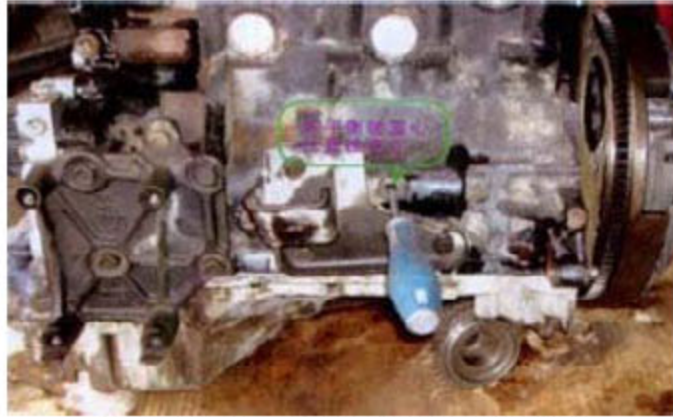

图 5 左平衡轴重心位置检查孔方位
4). 如果通过上述方法仍不能确定正时记号正确，可以通过另一种方法来确定左平衡轴椭圆形重心位置是否朝向发动机汽缸体下方。在汽缸体左侧方位有个检查孔来检查左平衡轴所处的状态，这个检查孔位于汽缸体左侧下部第三缸中心位置，图 5 所示。